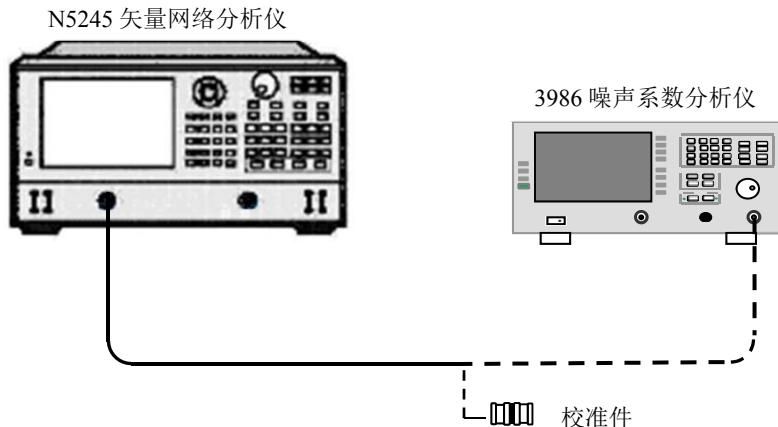

图 8.7 输入端口驻波比测试框图
**步骤 1.** 如图 8.7 所示连接测试设备, 开机预热 30min。